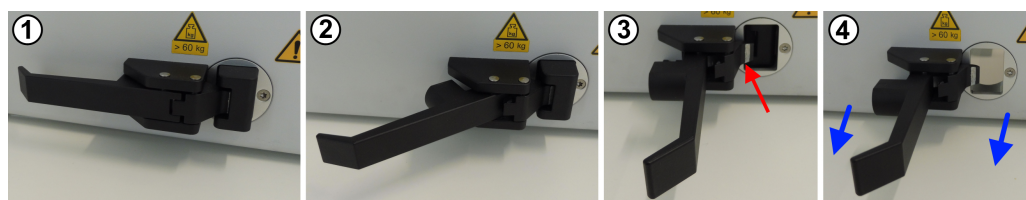

図 7-4: 手動で開く手順
1. ハンドルを図 7-4 の位置 1 から 2 に開きます。
2. ハンドルをさらに図 7-4 の位置 2 から 3 に開きます。
2. 図 7-4 の写真 3 と 4 のように、ハンドルが完全に開き、ドアに対して 90° であることを確認します。
4. ハンドルを図 7-4 の位置 3 から 2 に動かします。
5. ハンドルをさらに図 7-4 の位置 2 から 1 の方向に閉じます。